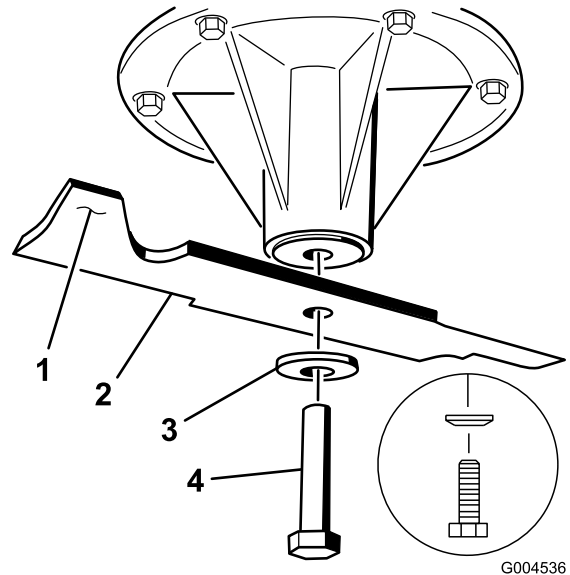

Bild 94
2. Nehmen Sie die Messerschraube, Wellenscheibe und das Messer von der Spindelwelle ab (Bild 94).